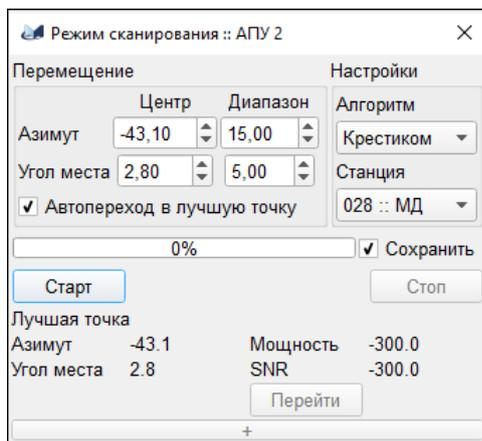

Рис. 89
6.7.5.7. Нажатие на пункт "Сканировать" приводит к открытию диалогового окна сканирования (рис. 89).